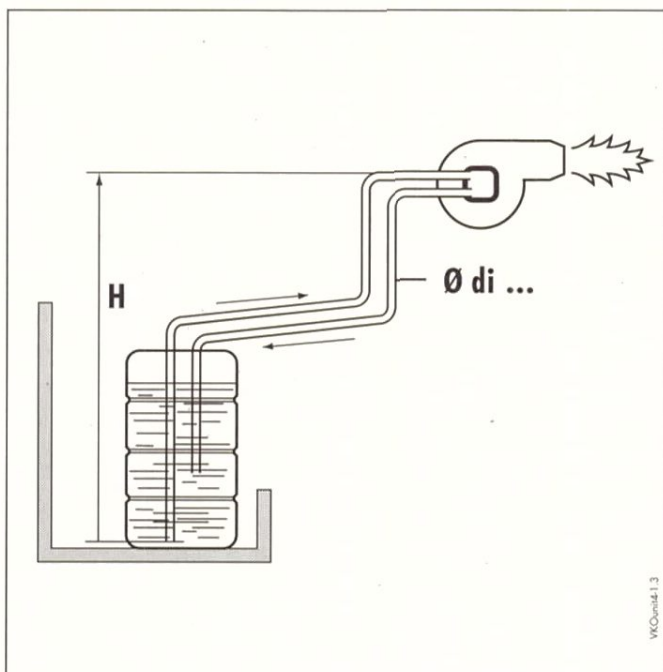

Abb. 2.2 Ölversorgung im Zweistrang-System; Öltank tiefliegend
Die statische Saughöhe (H) (siehe Abb. 2.2 - 2.5) beträgt max. 3,5 m = senkrechter Abstand zwischen Öl-Pumpe am Brenner und Saugventil im Öl-Tank.